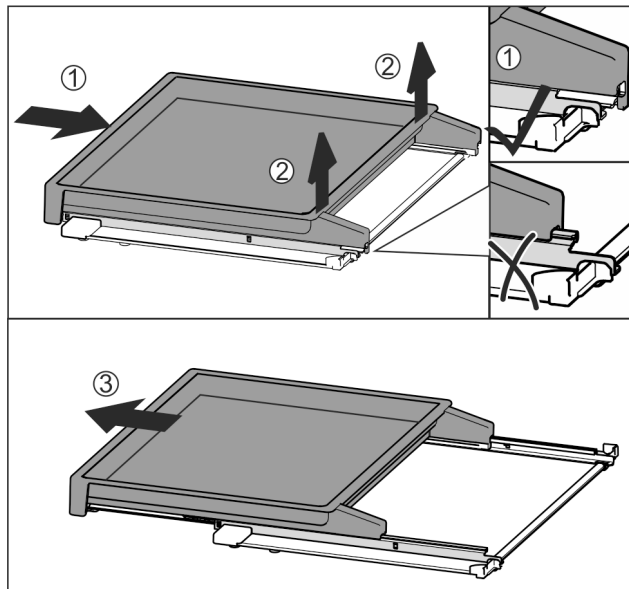

Fig. 40
- ▶ Wsunąć całkowicie wysuwaną półkę Fig. 40 (1).
- ▶ Zwolnić zatrzask po tylnej stronie Fig. 40 (2).
- ▶ Wyjąć wysuwaną półkę do przodu Fig. 40 (3).